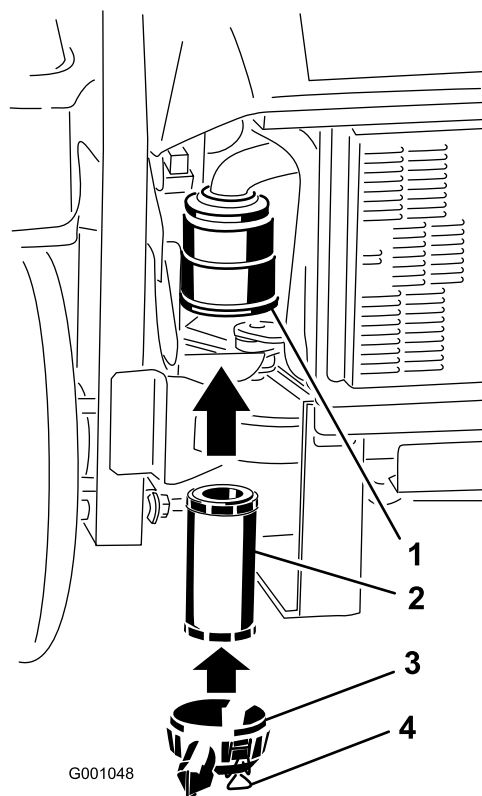

Figure 41
2. Insérez le filtre dans le corps avec précaution (Figure 41). Assurez-vous qu'il est bien engagé en appuyant sur le rebord extérieur.
3. Remettez en place et verrouillez le couvercle du filtre à air (Figure 41).